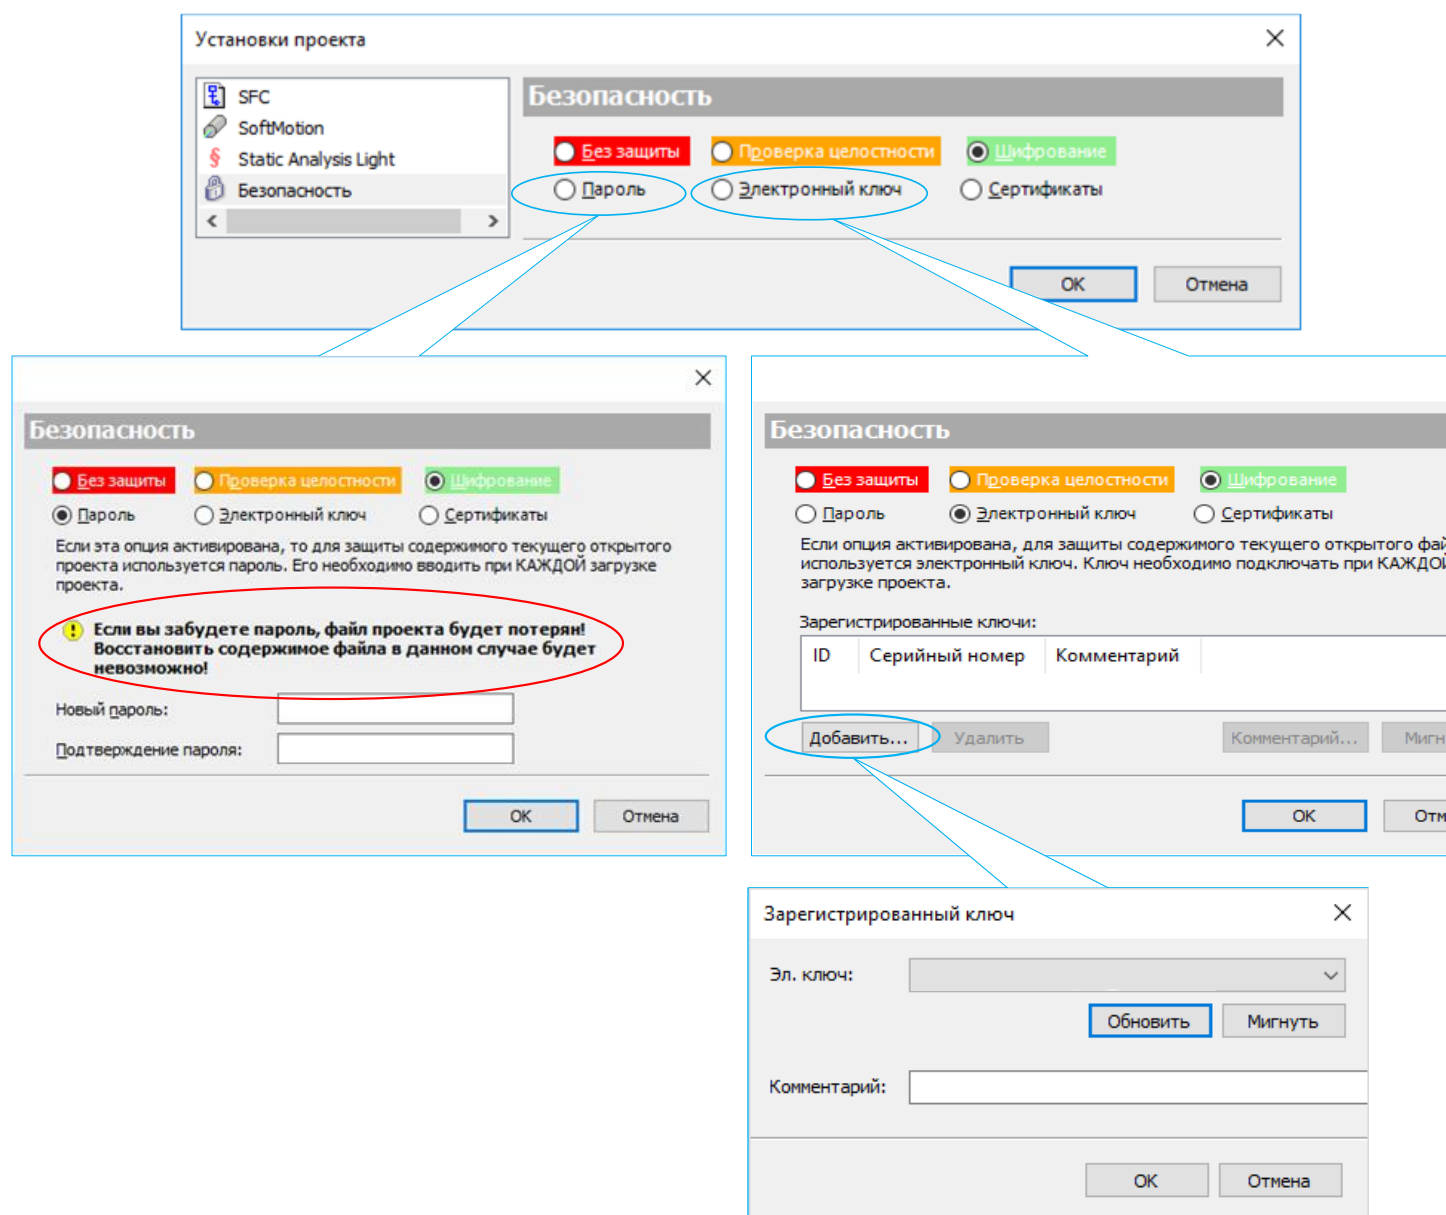

Рисунок 257 – Диалоговые окна активации опций защиты файл проекта (пароль или электронный ключ)
3. Для лучшей защиты своих данных выберите одну из функций **Шифрования** и установите точку в необходимой строке: **Пароль**, **Электронный ключ** или **Сертификаты** (Рисунок 257).